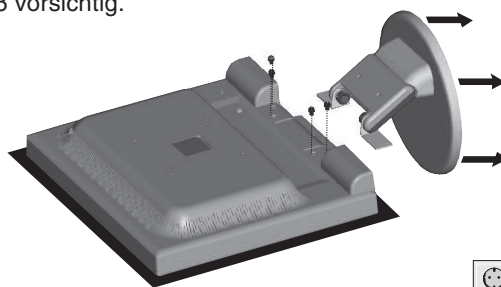

Abbildung R.2
3. Entfernen Sie die 4 Schrauben, mit denen der Fuß am Monitor befestigt ist, und heben Sie den Fuß ab (**Abbildung R.2**). Der Monitor kann jetzt auf andere Art montiert werden.